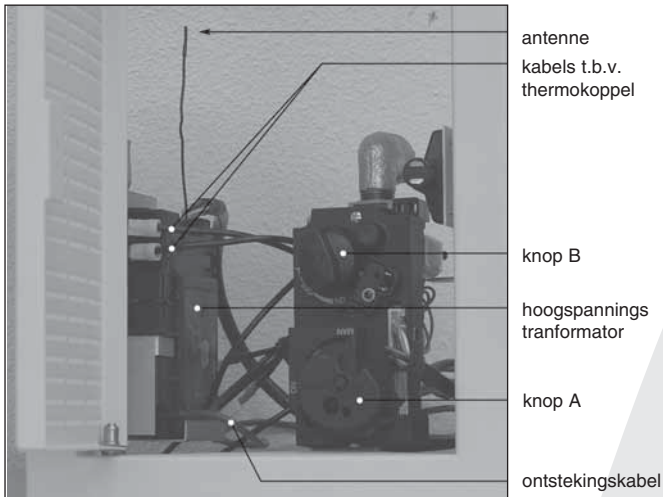

fig. 23
- Plaats de ontvanger in het bedieningskastje zoals aangegeven op Fig 23.
!Let op Plaats de antenne niet te dicht bij de ontstekingskabel en/of metalen delen (zie voor juiste positie Fig. 23);
De ontvanger bevindt zich in het bedieningskastje (zie fig. 23).
- Plaats de ontvanger zoals aangegeven op fig. 23
- Plaats de antenne van de ontvanger niet te dicht bij de ontstekingskabel en/of metalen delen: zorg ervoor dat de antenne omhoog wijst (zie voor de juiste positie fig. 23).